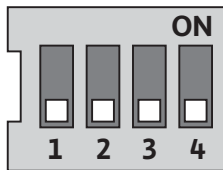

fig.23: Interruttori DIP
Gli interruttori DIP (fig. 8, pos. 6/fig. 23) si trovano sotto la copertura del corpo.